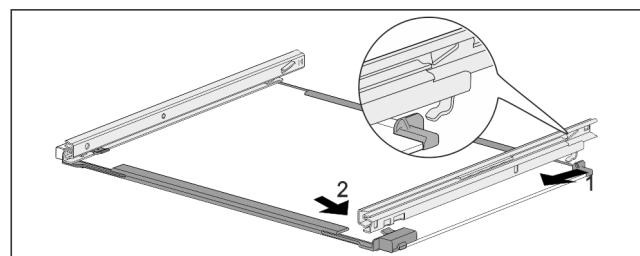

Fig. 173 Steklena plošča z vodili
- Vodilo obesite na kavelj na zadnji strani. Fig. 173 (1)
► Vodilo zaskočite na sprednji strani. Fig. 173 (2)